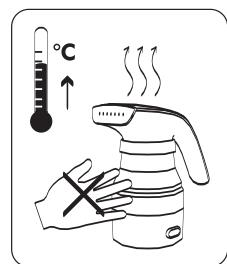

рис.6
**ВНИМАНИЕ:** не касайтесь поверхности контейнера для воды во время работы во избежание ожогов (рис.6).